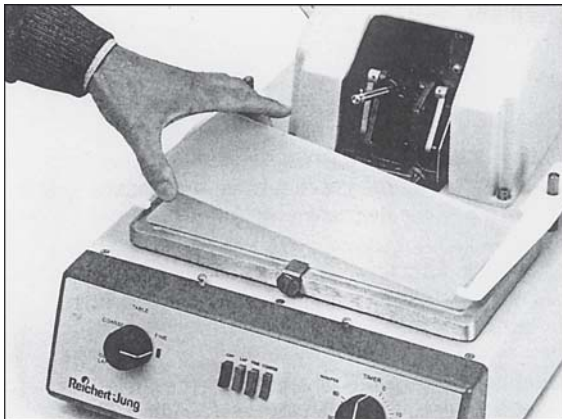

Abb. 23.1
6. Die zweite Glasplatte so zwischen die beiden Halter legen, dass sie flach aufliegt. Welche Seite nach oben zeigt, ist unerheblich (**Abb. 23.1**).